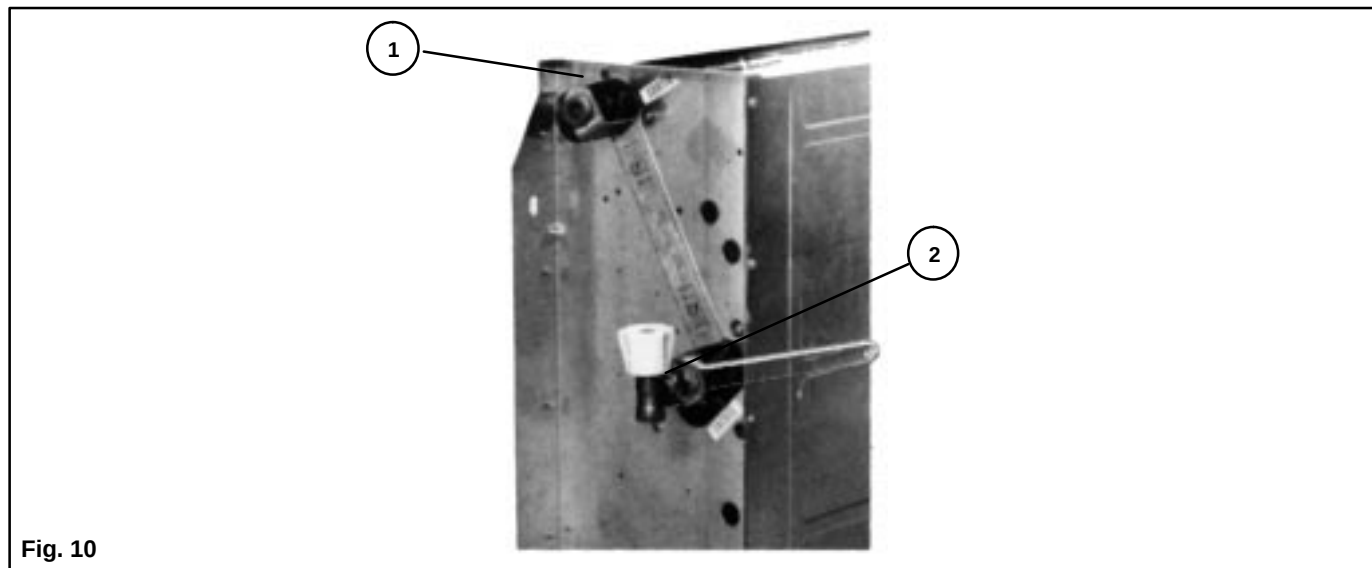

Fig. 10
- Lors du montage de robinets ou autres matériels, il est impératif de maintenir les raccords à l'aide d'une clé (fig.10), afin d'éviter la torsion des tubulures.
- The coils are equipped with connections having air relief valves (item 1) and drains (item 2). Unscrew these drain caps using a standard flat-tipped screwdriver.
- When installing cocks or other fittings, the connection must be held by a wrench (fig.10) so as to avoid distortion of the tubes.
- Bei der Montage von Sperrhähnen oder anderen Materialien ist es unbedingt erforderlich, die Anschlüsse mit Hilfe eines Schlüssels (Abb. 10) festzuhalten, um eine Verdrehung der Anschlußstutzen zu vermeiden.